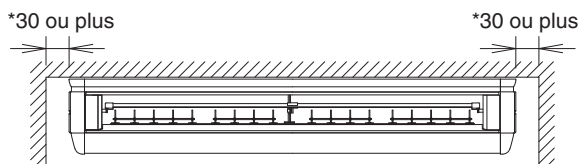
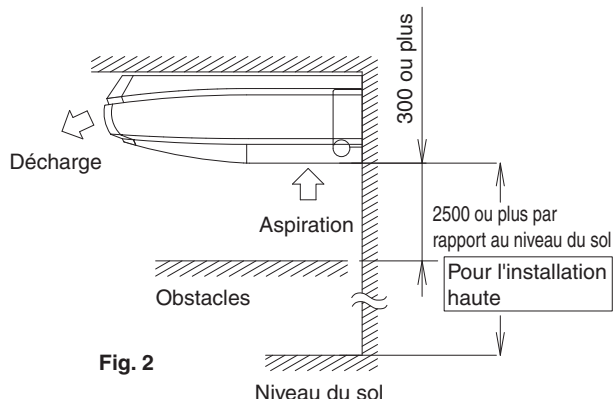

Fig. 1
Fig. 2
(1) Choisissez le lieu d'installation qui respecte les conditions suivantes et obtenez l'accord du client.
- Où un espace suffisant pour l'installation et l'entretien est assuré. (Reportez-vous à la Fig. 1 et Fig. 2)